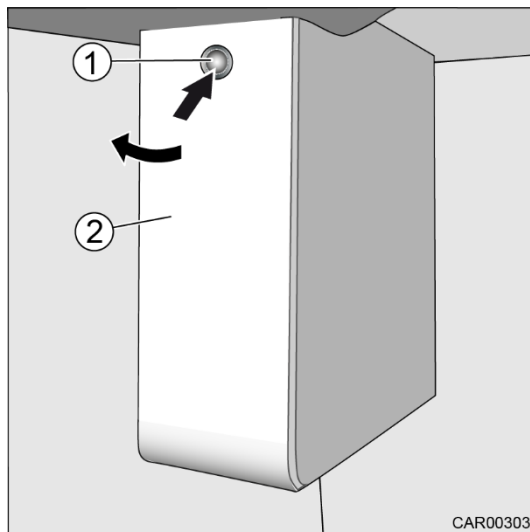

Fig. 151 Système coulissant de l'écran TV dans la chambre
1. Ouvrir la fermeture push-lock (Fig. 151/1).
2. Ouvrir le volet (Fig. 151/2).